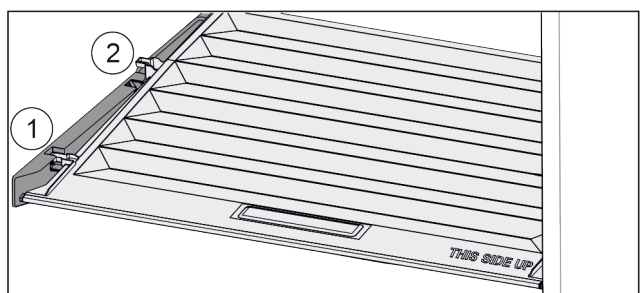

Fig. 134
- ▶ Потянуть крышку до отверстия в поддерживающих деталях вперед Fig. 134 (1).
- ▶ Поднять сзади снизу и извлечь Fig. 134 (2) движением вверх.